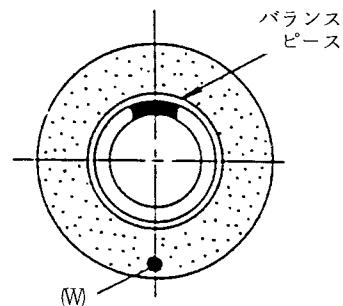

図1-13
⑤ Wと反対側の位置に1個のバランスピースを取り付ける。（図1-13）